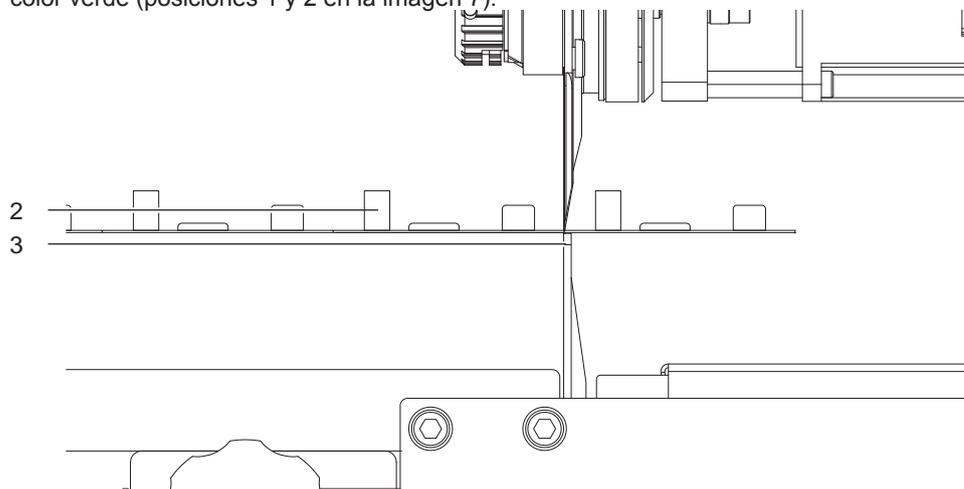

Figura 9 Inserción de la placa de circuitos impresos
1. Poner el carro (1) en el centro del marco.
2. Fijar el dispositivo con el orificio roscado de medición (2) en el dispositivo de montaje del carro (4). Asegúrese de que el pasador (5) de la palanca (6) se pone en el agujero (3) en el carro.
3. Mover la palanca (6) hasta el momento de pivote hacia arriba de tal manera que la punta del indicador de cuadrante (7) presiona a distancia de 2 mm del borde de la cuchilla contra la cuchilla superior (9). Gire el anillo de escala del indicador de modo que el puntero de la graduación en mm 1/100 señale el "0" de la escala.
4. Girar la palanca (6) hasta el momento de pivote hacia abajo, de manera que la punta del indicador de cuadrante (7) expresa 2 mm por debajo del borde superior de la cuchilla contra la cuchilla inferior (10).
Dependiendo del tipo de cuchillo (Figura 9 - derecha) el valor así medido, el desplazamiento del carro (1) sobre toda la gama de la cuchilla inferior puede ser un máximo $\pm 0,1$ y 0-0,2 mm del valor medido de la lámina superior.